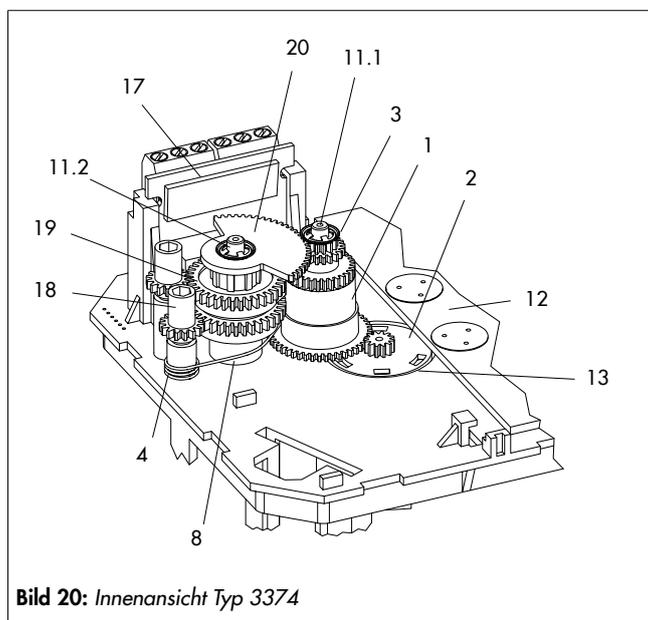
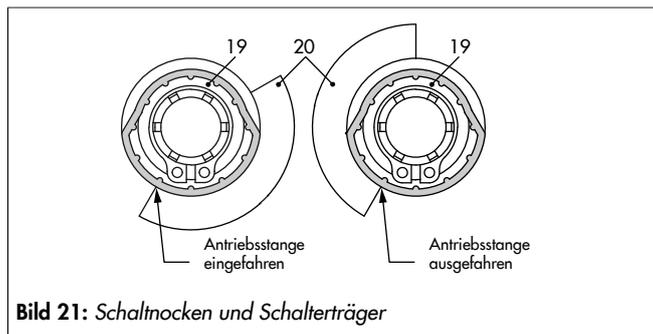

Bild 20: Innenansicht Typ 3374
Bild 21: Schaltnocken und Schalterträger
Die Schaltnocken (19) sind mit dem Nockenträger (20) und den Sicherungsringen (9) bereits zur Schaltnockeneinheit (21) vormontiert (vgl. Bild 21).
⇒ Vgl. Bild 20.
3. Befestigungsschrauben herausdrehen und Antriebsplatine (12) aus ihrer Führung heraus nach rechts schieben. Platine leicht anheben und weiter in Richtung Kabeldurchführung schieben.
4. Spindelzahnrad (2) auf die Lagerhülse (13) aufstecken und einrasten. Darauf achten, dass dabei die seitliche Arretierung in die Nut der Lagerhülse eingreift.
5. Zwischenrad (1) auf Dom 1 (11.1) aufstecken, dann Zackenring (3) aufsetzen und bis zum Anschlag herunterdrücken.
6. Distanzring (8) auf Dom 2 (11.2) aufstecken.
7. Spannfeder (4) so auf den entsprechenden Dom aufsetzen, dass der lange Schenkel der Feder zwischen den Mantelflächen Distanzring (8) und Zwischenrad (1) liegt.
8. Die beiden vormontierten Schaltnocken (19) mit dem Zahnkranz voran auf den Nockenträger (20) aufstecken.
9. Einstellzahnräder (18) auf ihre Dome stecken und mit je einer Schraube befestigen. Prüfen, ob sich die Einstellzahnräder leicht drehen lassen. Schraube andernfalls wieder geringfügig lösen.
10. Die beiden Schaltnocken (19) nach "Bild 21: Schaltnocken und Schalterträger" entsprechend der Stellung der Antriebsstange auf dem Nockenträger (20) verdrehen.
11. Nockenträger (20) mit den beiden Schaltnocken (19) entsprechend der Stellung der Antriebsstange nach
"Bild 20: Innenansicht Typ 3374" auf Dom 2 (11.2) aufstecken. Dabei darauf achten, dass der äußerste Zahn des Nockenträgers (20) mit dem Zahnrad des Zwischenrads (1) in Eingriff ist. Auch müssen die Verzahnungen der Einstellzahnräder (18) mit den entsprechenden Zahnradern der Schaltnocken (19) im Eingriff sein.
12. Nockenträger (20) und Zwischenrad (1) mit Zackenring (3) sichern, Zackenring dazu bis zum Anschlag herunterdrücken.
13. Klemmenplatine (17) unter ca. 45° mit den Schaltern zu den Zahnradern weisend am Fuß der Halterung ansetzen, dann oberes Ende in Richtung Zahnradern schwenken, bis die Platine senkrecht in die Halterung einrastet.
14. Die Antriebsplatine (12) wieder in ihre Führung einschieben. Darauf achten, dass die Zahnradern im Eingriff stehen, Antriebsplatine festschrauben.